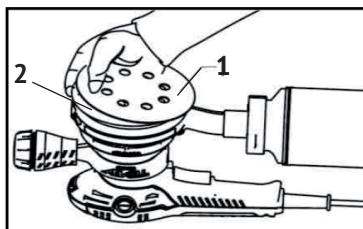

рис. 2
6.1 Установка наждачного (шлифовального/полированного) круга (см. рис.2)
- совместить отверстия наждачного круга (рис.2 поз.1) с отверстиями в основании шлифовального диска (рис.2 поз.2);